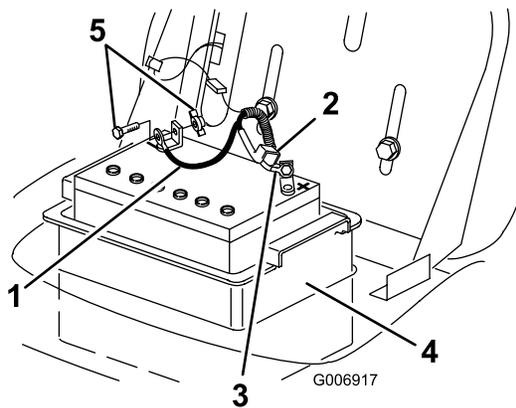

Bild 27
4. Klemmen Sie das Minuskabel (schwarz) vom Batteriepol ab (Bild 27).
- Schieben Sie die Gummiabdeckung am Pluskabel (rot) nach oben. Klemmen Sie das Pluskabel (Rot) vom Batteriepol ab (Bild 27).
- Nehmen Sie den Batteriekasten und die Batterie aus dem Rahmen heraus (Bild 27).
- Setzen Sie den Batteriekasten und die Batterie in den Rahmen ein (Bild 27).
- Schließen Sie das Pluskabel (rot) mit der Schraube und der Flügelmutter am (+) Pluspol an (Bild 27).
- Schließen Sie das (schwarze) Minuskabel mit der Schraube und Mutter am (-) Minuspol an (Bild 27).